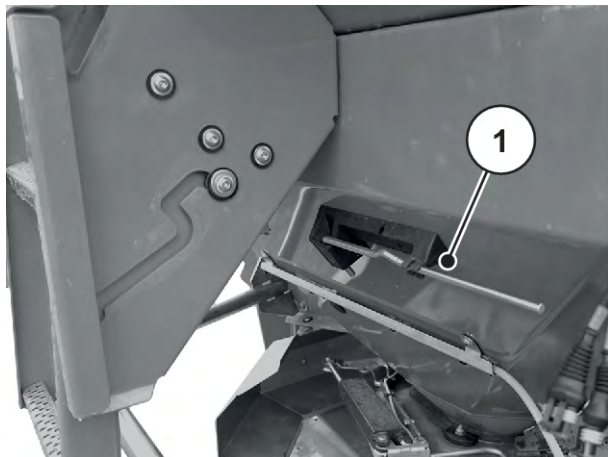

Fig. 27: Inställningsspakens läge AXIS xx.2
- ▶ Lägg återigen inställningsspaken i den därför avsedda hållaren. Se *Fig. 27 Inställningsspakens läge AXIS xx.2*